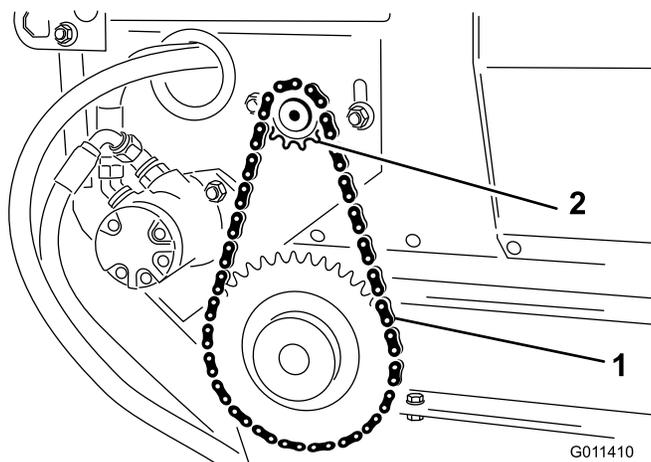

Рисунок 25
2. Снимите болты и гайки крепления электродвигателя и узла звездочки к основной раме (Рисунок 25).